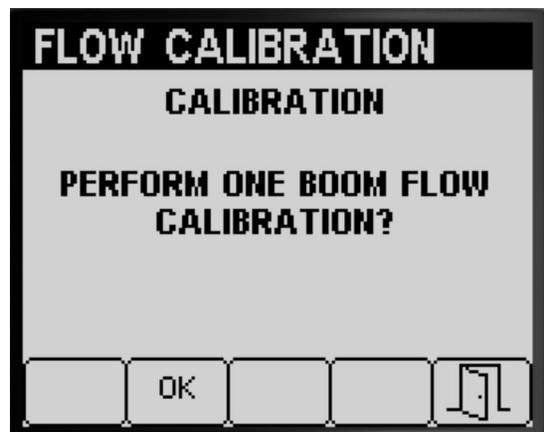

图 59
如果已经完成 3 打药机喷洒臂段校准和 2 打药机喷洒臂段校准 Infocenter 信息中心将提示执行 1 打药机喷洒臂段校准图 59 请执行以下操作中的一
- 如果不需要执行 1 打药机喷洒段校准请按 5 号按钮返回至 Calibrate 校准屏幕 图 59。